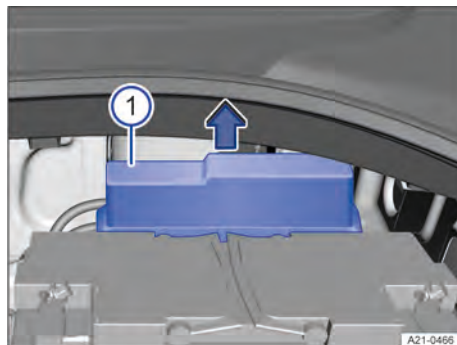

Fig. 172 No compartimento do motor à esquerda, sob uma cobertura: ponto de auxílio à partida polo positivo.
1. Remover a capa de cobertura do ponto de auxílio à partida no sentido da seta → Fig. 172.